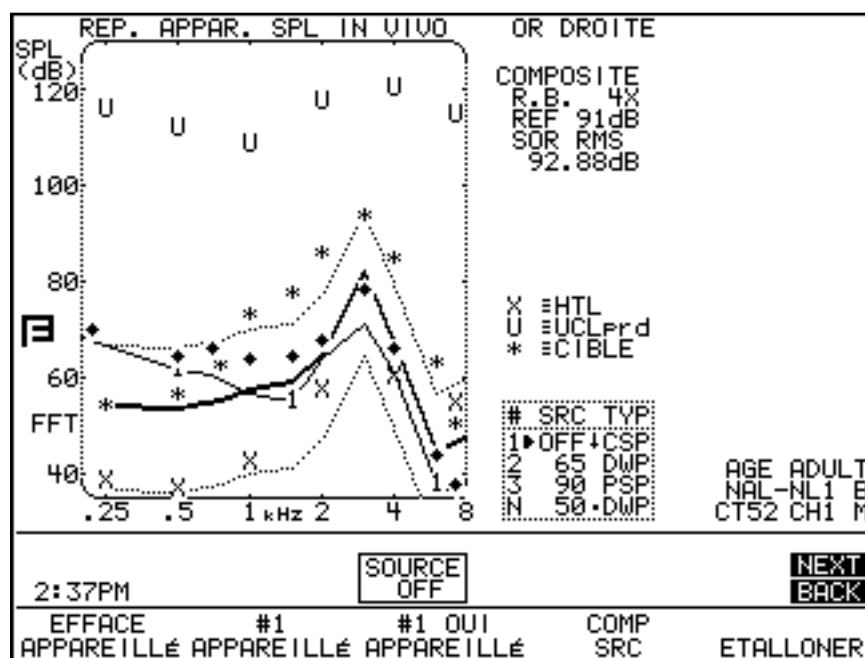

Figure 5.6.1—Le Test Visible Speech
3. Examinez le graphique de mesure. L'écran affichera la réponse de l'appareil auditif à la voix réelle ou au signal préenregistré et comment il se comporte dans la zone conversationnelle (speech banana, ou speech canoë). Si vous avez choisi le paramètre BARRES dans l'étape numéro 9 du paragraphe sur la préparation du Visible Speech, vous verrez une succession de barres à l'écran, en indiquant les pics maximums de la parole. Si vous avez choisi le paramètre MOY, vous verrez une deuxième courbe représentée par des petits diamants indiquant la réponse moyenne à long terme pendant toute la durée du test. Voir la figure 5.6.1.